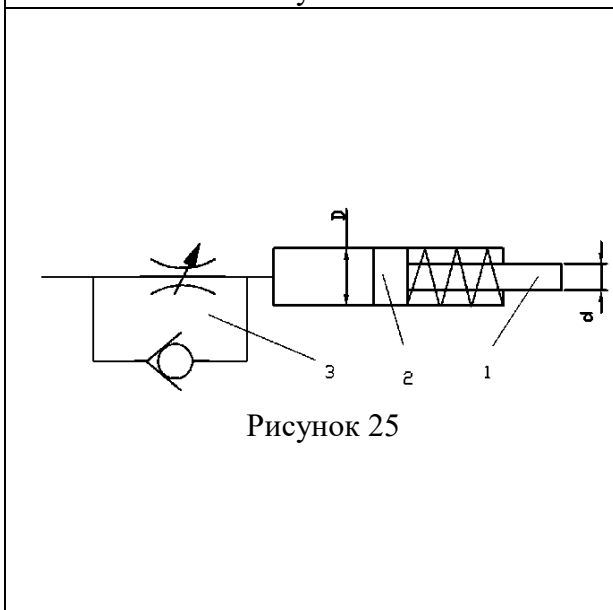

Рисунок 25
28. Гидравлическое реле выдержки времени (рис. 25) с диаметром $D = 40$ мм поршня 2 срабатывает при перемещении штока 1 вверх на длину $l = 10$ мм. Определить, на пропуск какого расхода масла необходимо настроить гидродроссель 3, чтобы реле сработало